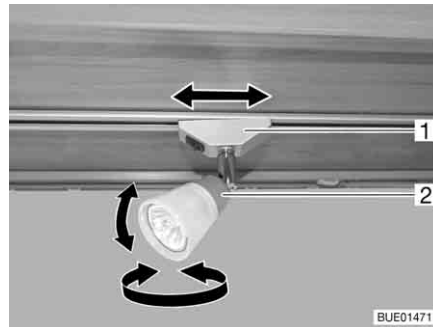

Bild 62 Spotleuchte
**Drehen:** ■ Gehäuse (Bild 62,2) fassen und drehen.
**Verschieben:** ■ Halterung (Bild 62,1) fassen und um ca. 45° drehen.
**Abnehmen:** ■ Halterung (Bild 62,1) fassen und um 90° drehen.